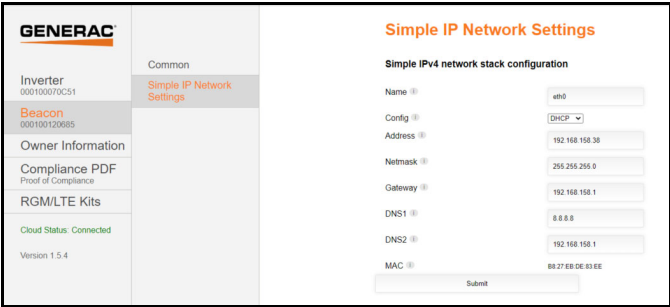

Figure 5-12. Configurer les paramètres IP statiques
3. Sélectionner Simple IP Network Settings (Paramètres réseau IP simple). Voir Figure 5-12.